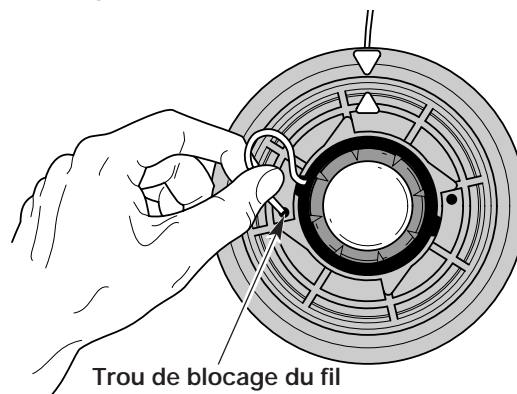

Fig. 48
5. Insérez le fil dans le trou de blocage. N'enfoncez pas le fil de plus de 12,7 mm (1/2 po) dans le trou. S'il est inséré correctement, le fil forme une petite boucle (Fig. 48).